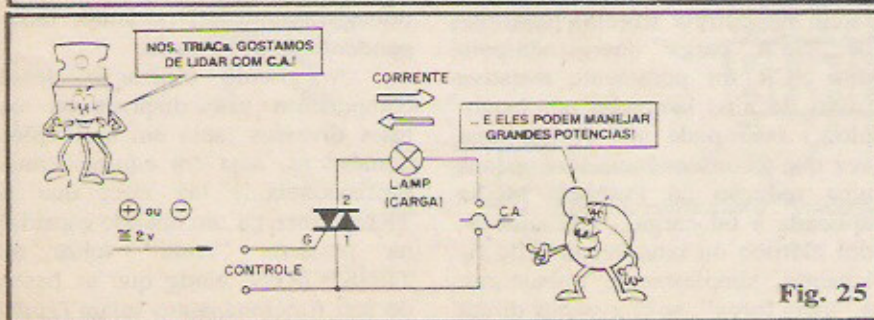

Fig. 25
- FIG. 25 - Diagrama circuitual básico, para utilização do TRIAC. Normalmente o componente fica intercalado entre a "carga" e a alimentação de C.A. (via seus terminais principais, "1" e "2"), enquanto que o sinal de controle ou de "autorização" é (como no SCR...) fornecido através do seu terminal de **gate** (G). Existe outra fundamental diferença no TRIAC (com relação ao SCR) justamente na polaridade do sinal de "disparo"... Sendo um dispositivo estruturado para trabalhar sob CA, tanto pulsos **POSITIVOS** quanto **NEGATIVOS** podem "gatilhá-lo"...! Essa característica facilita muito a circuitagem, de modo que o TRIAC possa ser disparado em qualquer dos semi-ciclos da CA... Em qualquer caso, a **Tensão** do sinal do disparo deve estar num nível aproximado de 2V e a **Corrente** de **gate** pode situar-se entre uma ou duas dezenas de miliampéres, até várias centenas de miliampéres (o que nos leva a raciocinar que TRIACs são, inerentemente, **menos** sensíveis do que SCR's...).